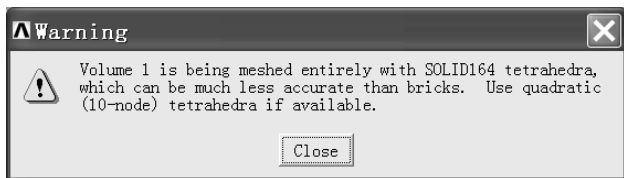
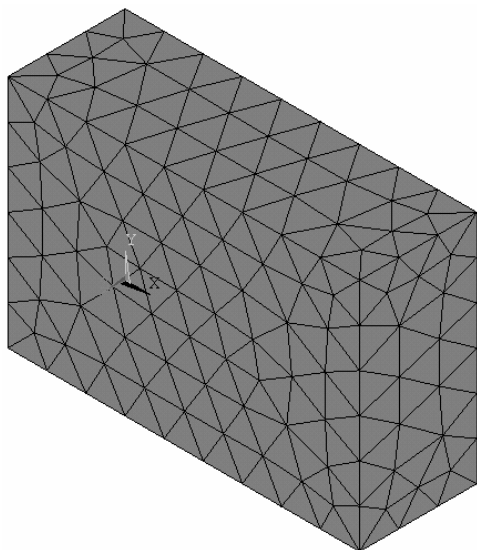

图 3-12 “Warning” 窗口
图 3-13 划分单元后的模型
(10) 单击“Mesh Volumes”窗口中的“Pick All”按钮，弹出“Warning”窗口（见图 3-12）。该“Warning”窗口警告：用四面体单元的计算准确度比用六面体单元的计算准确度差。通常，使用自由网格划分单元时需要用四面体单元。单击“Close”按钮关闭“Warning”窗口。图形界面出现完成单元划分的模型（见图 3-13）。